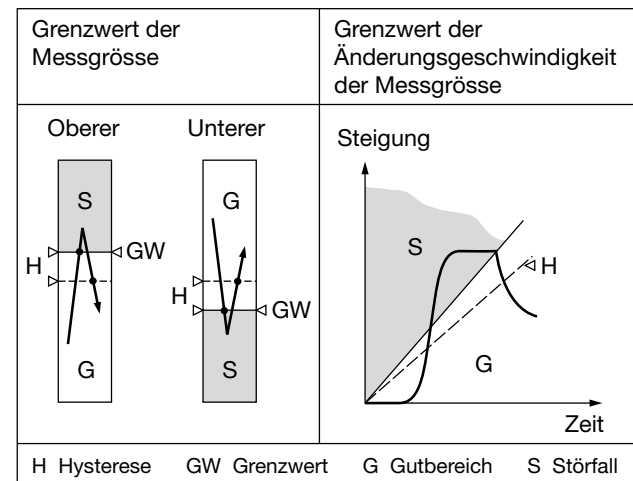

Bild 3
– zur Überwachung der Messgröße als unterer oder oberer Wert zwischen -10 und +110%² (siehe Bild 3, links)
zwischen ± 1 und $\pm 50\%/s$ (siehe Bild 3, rechts)